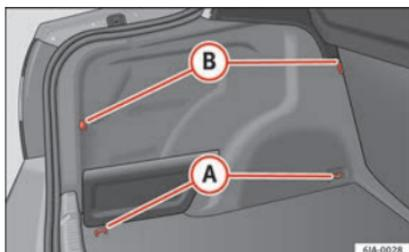

Fig. 160 Coffre à bagages : éléments de fixation.
Les éléments de fixation suivants se trouvent dans le coffre à bagages » **fig. 160** :
L'œillet avant (B) se trouve sous le dossier rabattable de la banquette arrière » **fig. 160**.